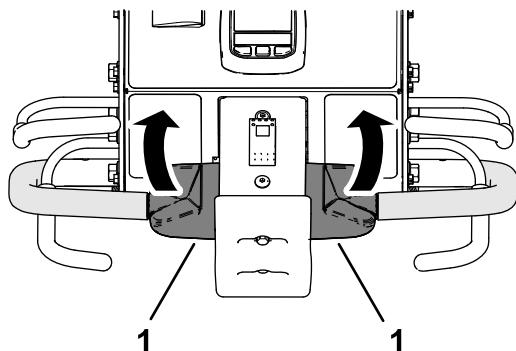

Рисунок 38
- Удерживая штангу контроля присутствия оператора и штангу аэрации, поверните верхнюю часть органа управления тягой назад (Рисунок 38).